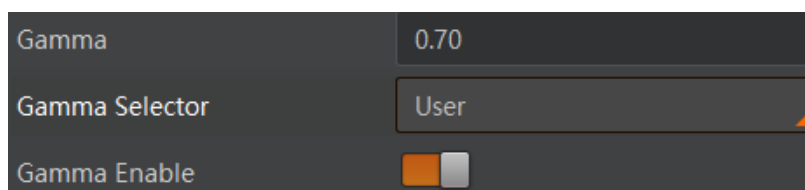

图7-22 User 模式
3. 在 *Gamma* 参数中输入需要设置的数值，参数范围为 0~4，如图 7-22 所示。